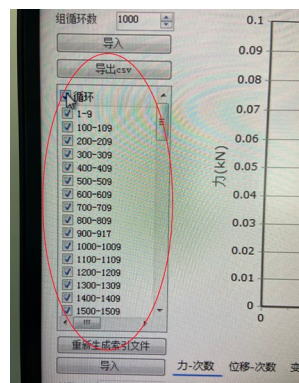

图 22
5.12.1 先导入，在勾选所需数据，在点击导出 CSV 按键（图 22）；